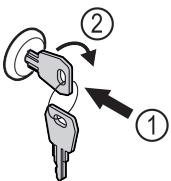

Fig. 131
- ▶ Sätt in nyckeln Fig. 131 (1).
- ▶ Vrid nyckeln 90° medurs Fig. 131 (2).